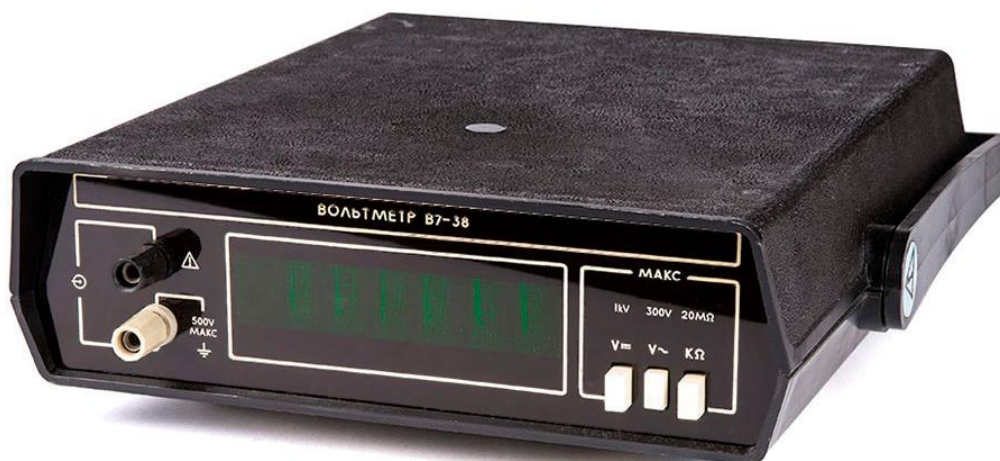

Рис. 10. Внешний вид и лицевая панель вольтметра В7-
1. Нажатием на кнопку (1) подключите осциллограф (Рис. 10) к сети и подождите появления на экране заставки. В течение 10 секунд осциллограф автоматически перейдет в режим отображения осциллограмм. До подачи сигналов на экране отображаются линии развёртки.